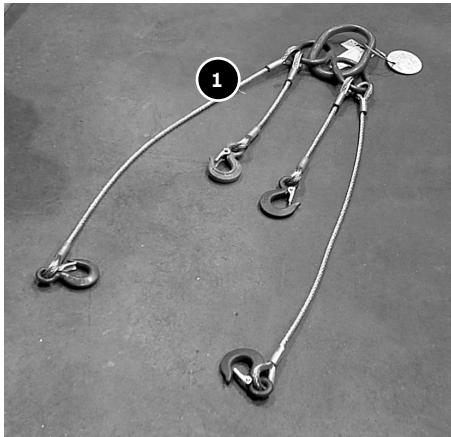

Abb. 2a
- Zum Anheben und Handhaben des Leistungsschalters das Anschlagmittel (1) (Abb. 2a: Für Leistungsschalter bis 17,5 kV die kurzen Haken verwenden, für die Leistungsschalter von 24 kV alle Haken benutzen).
- Die Haken (2) an den hierfür vorgesehenen Bohrungen im Rahmen des Leistungsschalters anbringen und das Gerät anheben.